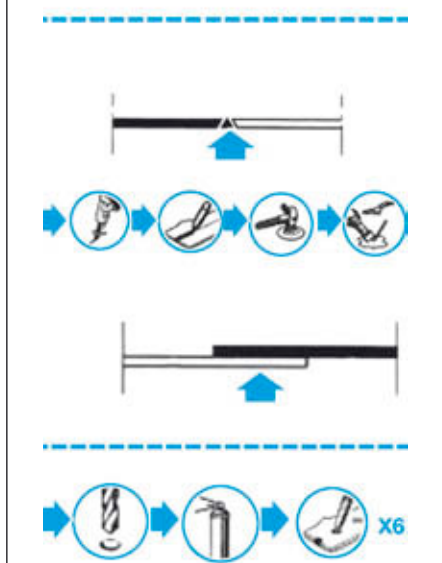
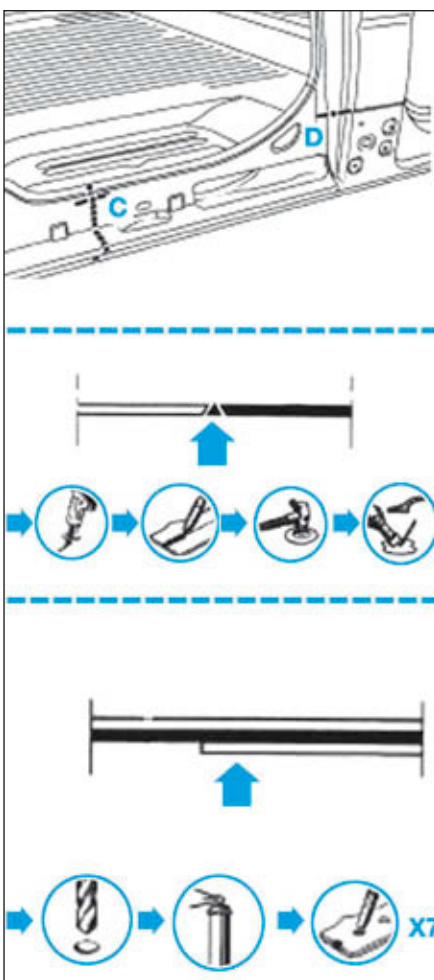

FIG.21
FIG.22
- Tracer puis découper le bas de caisse sous porte latérale arrière (Fig.21) et (Fig.22).
- Souder par points et cordon MAG (Fig.21) et (Fig.22).
- Appliquer une couche d'impression phosphatante sur la zone mise à nu (Fig.21) et (Fig.22).